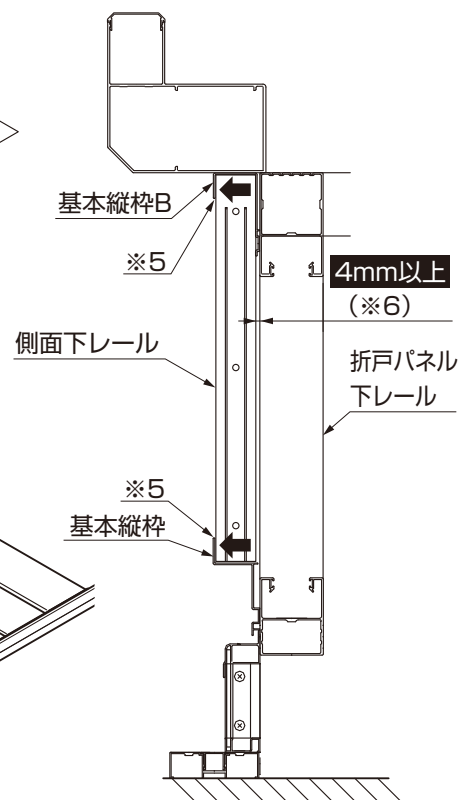

図2-15
- 側面下レールは基本縦枠のフィンに当てるようにして取付け位置を確認してください。（※5）その際に、折戸パネルの下レールと網戸の側面下レールの間に4mm以上のすき間を確認してください。（※6）（図2-15）